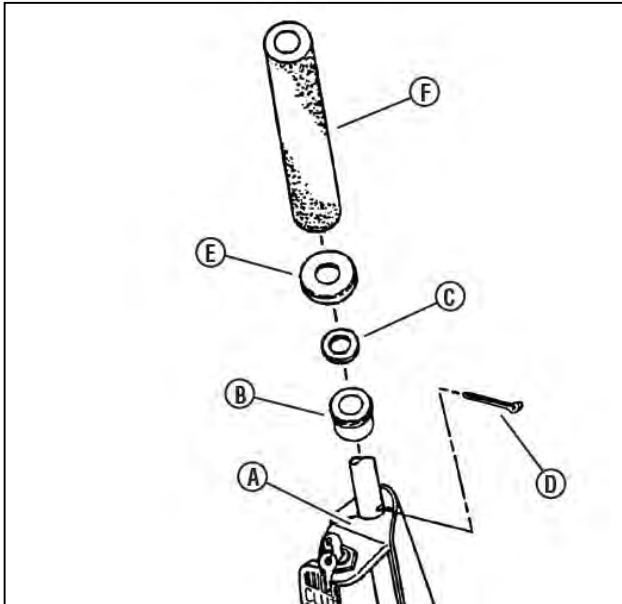

図 1-2
- D. アッパーブッシュ(図 1-2 の B)をステアリングシャフトに通し、コントロールパネル(A)に付くまで押し込みます。